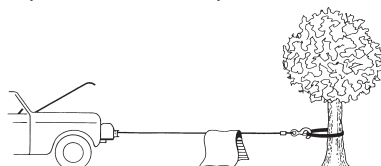

Figura 4
10. Es una buena idea poner una frazada pesada o abrigo sobre el cable de alambre cerca del extremo del gancho al tirar de cargas pesadas (Figura 4). Si falla el cable de alambre, la tela actuará como atenuador y evitará que el cable de alambre latiguee. Levante la capota del motor del vehículo para aumentar la protección.